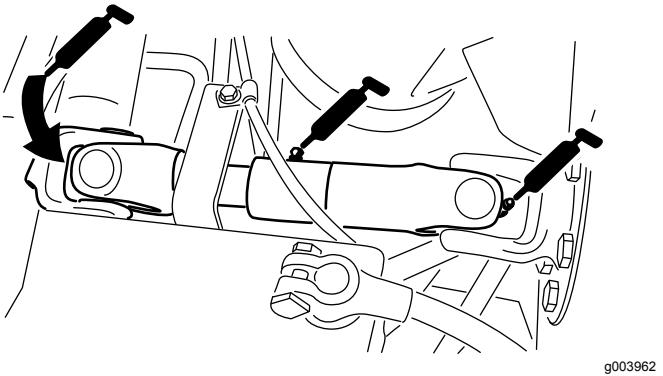

Figura 58
- Giunto ad U del semiasse fra motore e pompa (3) – Figura 58